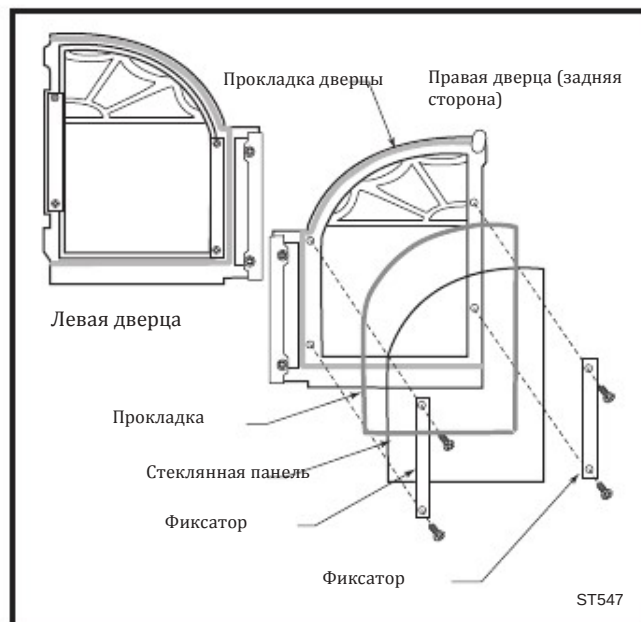

Рис. 42 Дверца в разобранном виде
2. Закрепите стекло на обеих дверцах при помощи фиксаторов. Затяните все болты (Рис. 42)